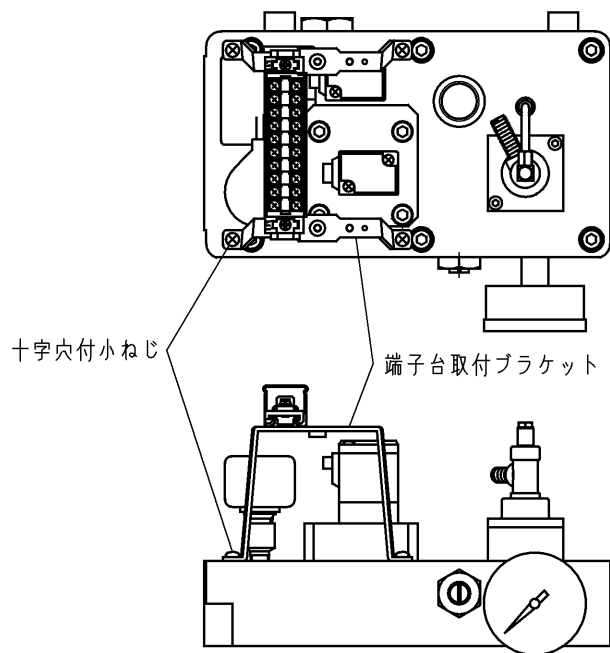

図 4
5. 6 本の六角穴付ボルトをゆるめて外し、油槽から本体を持ち上げ、本体下部に接続されているチューブ継手のナットをゆるめ、チューブを引き抜きます。(図 4)
2. 油槽内のポンプからのチューブを本体底面の継手に差し込み、ナットを締め付けて固定します。(図 4)
3. 6 本の六角穴付ボルトを締め付けて油槽を固定します。(図 4)